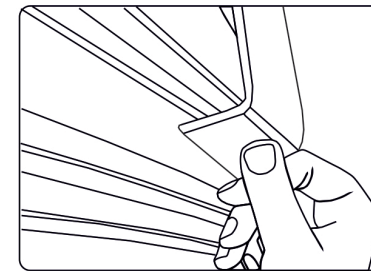

рис. 23
1.3.5 Визуально убедитесь, что прижимы плотно прилегают к арке дверного проема автомобиля. Проверьте, не препятствуют ли установленные прижимы корректному закрытию дверей (рис. 23).